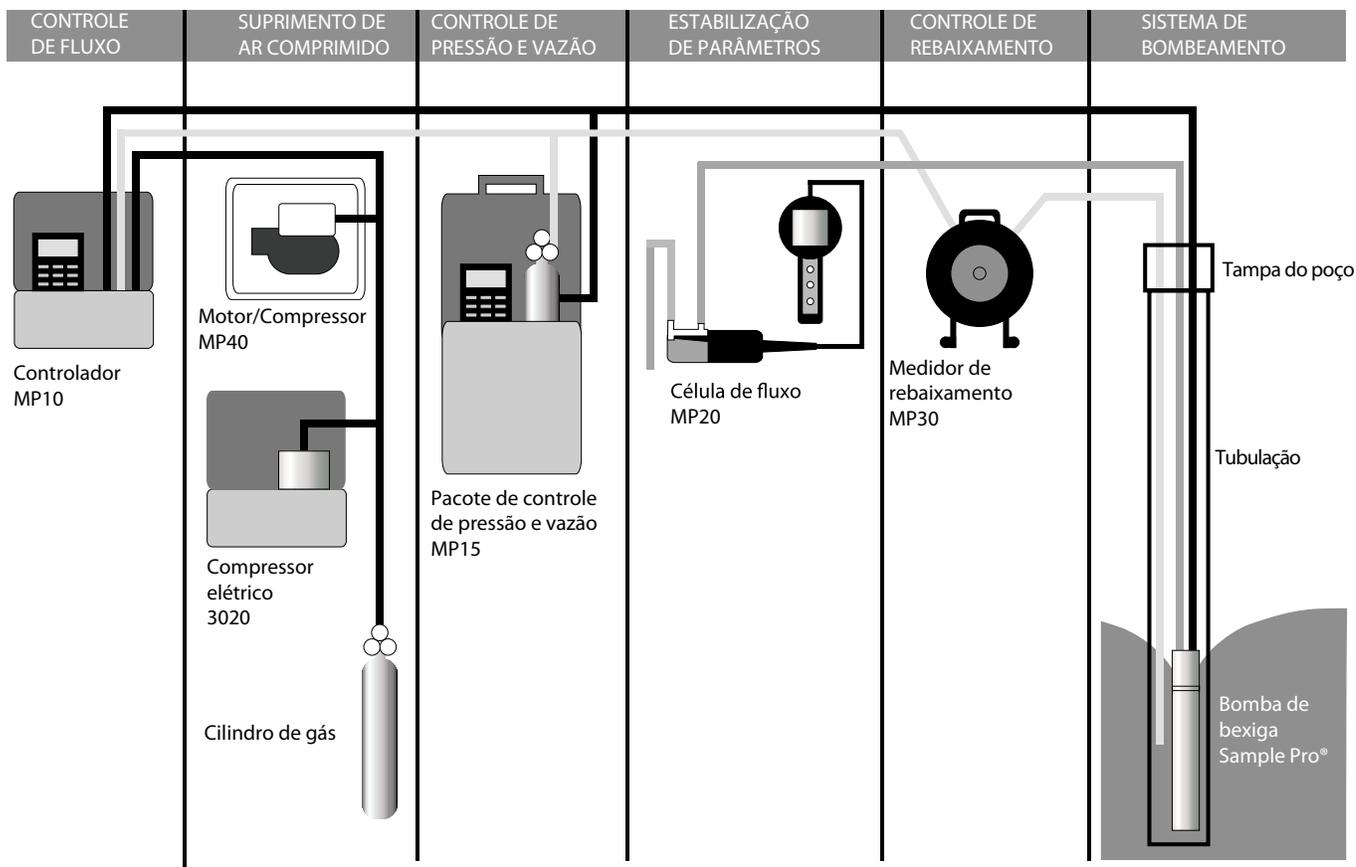

Figura 2
3. Conecte o MP30 ao controlador MicroPurge basics utilizando o cabo fornecido (Veja a Figura 2).
4. Conecte o controlador MicroPurge basics (MP10 ou MP15) para bombear a fonte de ar ajustando-se à conexão da tampa do poço (Veja a Figura 2).
5. Conecte o tubo de descarga da bomba ao tubo de entrada da célula de fluxo MP20 (Veja a Figura 2) e passe a chave de potência MP20 para a posição "ON"